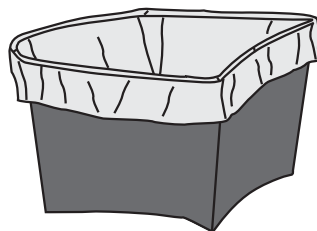

Fig. 6
-  **Sugerencia** (sólo para los modelos ES500, ES500S y ES700): para reducir al mínimo las operaciones de limpieza, aconsejamos que se coloque una bolsita de plástico biodegradable dentro del contenedor de residuos doblando el borde de la misma hacia la parte exterior de dicho contenedor (véase Fig. 6). Utilizando este sistema, cuando se acaben las operaciones, se podrán tirar directamente los residuos en los contenedores para desechos húmedos.
Sugerencia (sólo para los modelos ES500, ES500S y ES700): para reducir al mínimo las operaciones de limpieza, aconsejamos que se coloque una bolsita de plástico biodegradable dentro del contenedor de residuos doblando el borde de la bolsita hacia la parte externa de dicho contenedor (véase Fig. 6). Utilizando este sistema, al cabo de las operaciones se podrán tirar directamente los residuos en los contenedores de desechos húmedos.